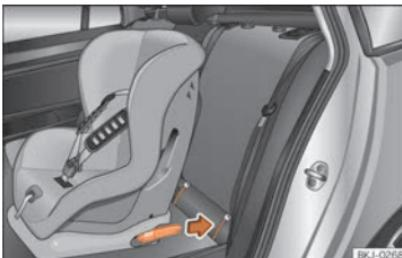

Fig. 25 Asientos traseros: colocación del asiento para niños con sistema ISOFIX.
- Enganche el asiento para niños en las argollas de sujeción "ISOFIX/iSize" hasta que encastre de modo audible **» fig. 25.** Si el asiento para niños dispone de anclaje Top Tether*, conéctelo a la anilla respectiva **»**